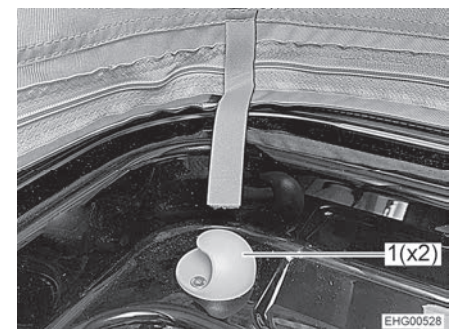

Bild 74 Halter
- Sicherungsnetz an den beiden Haltern (Bild 74,1) einhängen.